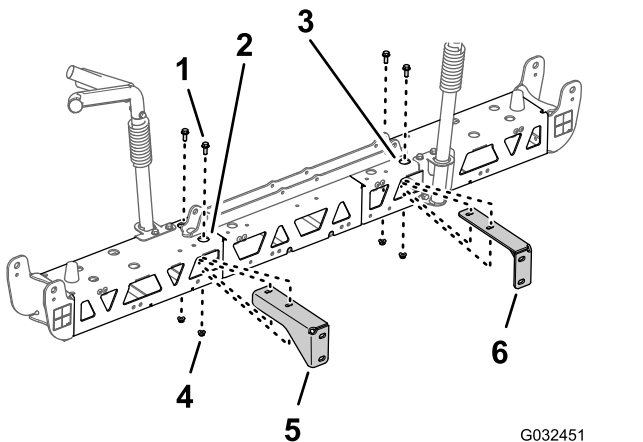

Bild 78
2. Fluchten Sie die Löcher in der rechten Stützhalterung mit den Löchern im rechten Trägerrahmen aus, wie in Bild 78 abgebildet.
Schritt 2 und 3 in Entfernen der Stützhalterungen vom mittleren Auslegerabschnitt (Seite 34) entfernt haben, am rechten Trägerrahmen (Bild 78).
4. Wiederholen Sie die Schritte 2 und 3 für die linke Stützhalterung am linken Trägerrahmen (Bild 78).